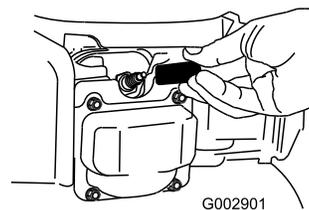

Figura 34
2. Staccate il cappello dalla candela (Figura 34) prima di eseguire interventi di manutenzione.